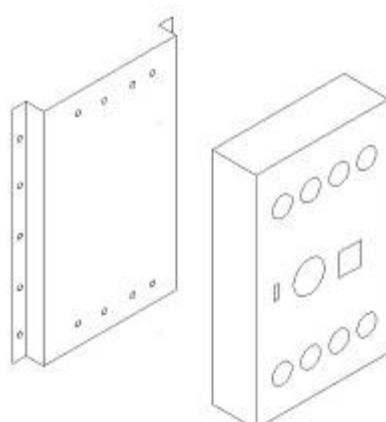

Рис. 2.26
1) Установите панель пульта управления на стеновую панель возле генератора, см. рис. 2.26, зафиксируйте гвоздями. Установите пульт на панель.